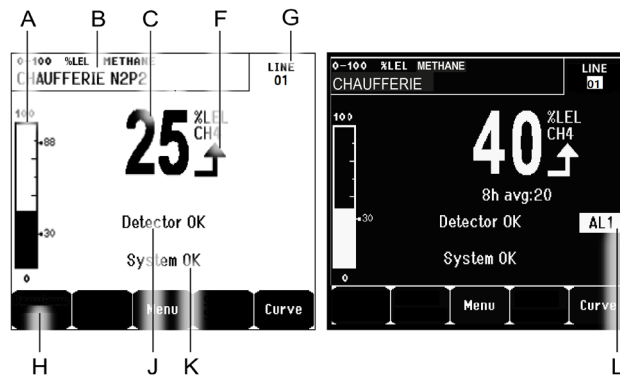

Imagen 17: Ejemplo de la visualización de medición en modo normal y en modo de escala de grises
- L. Zona de indicación de alarmas activadas con visualización de umbral intermitente. La pantalla cambia a vídeo inverso (Imagen 17).